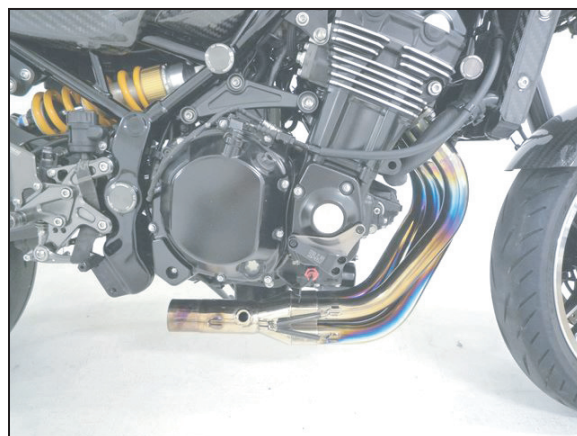

FIG. 7
9. エンジンの排気ポートに取り付けられているエキゾーストガスケットを新しいものに交換し、手順7で組み立てたエキゾーストパイプを排気ポートに取り付け、純正ナットを使用して仮締めして下さい。（FIG. 7、8参照）